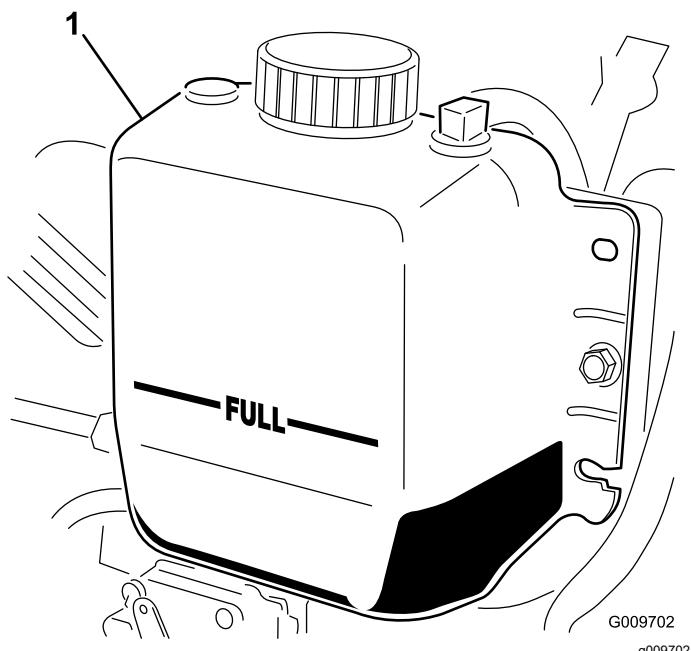

Рисунок 71
2. Проверьте уровень охлаждающей жидкости в радиаторе. Радиатор должен быть заполнен до верха заливной горловины, а расширительный бачок — до метки FULL (Полный) (Рисунок 71).